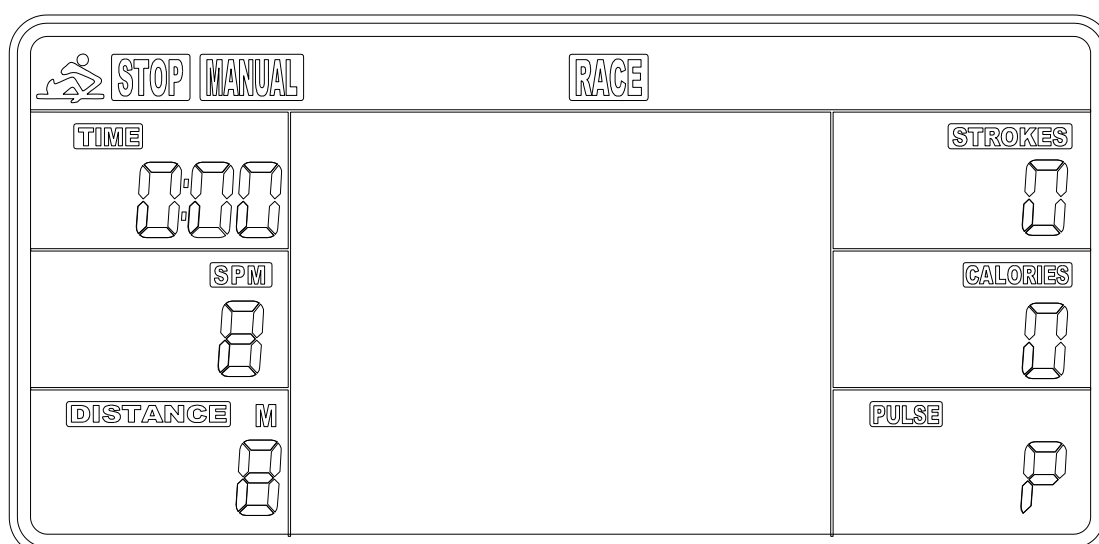

Fig. 3
2. El RELOJ parpadeará. Pulse UP para establecer la hora. Pulse ENTER para confirmar. Pulse UP para establecer los minutos. Pulse ENTER para confirmar. Continúe configurando el AÑO (en la pantalla STROKES); el MES (en la pantalla CALORIES); el DÍA (en la pantalla PULSE) al pulsar UP o DOWN. Cada vez, pulse ENTER para confirmar. Después de confirmarlo, ALARM (ALARMA) parpadeará. Para omitir la configuración de una alarma, pulse ENTER. Para configurar una alarma, pulse UP para activar ALARM. Aparecerá una flecha junto a ALARM. Pulse ENTER. La pantalla CLOCK parpadeará. Pulse UP o DOWN para establecer la hora de la alarma. Pulse ENTER para confirmar. La computadora entrará en la pantalla SPORT (DEPORTE) (Fig. 3).